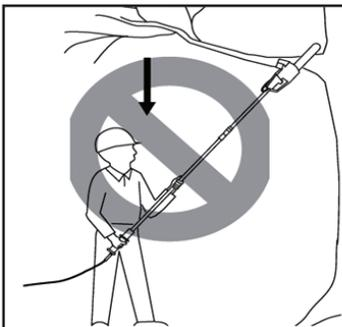

Рис. 56
- Не стойте под веткой, которую вы подрезаете. Располагайтесь вне зоны падения обрезков (Рис. 56)